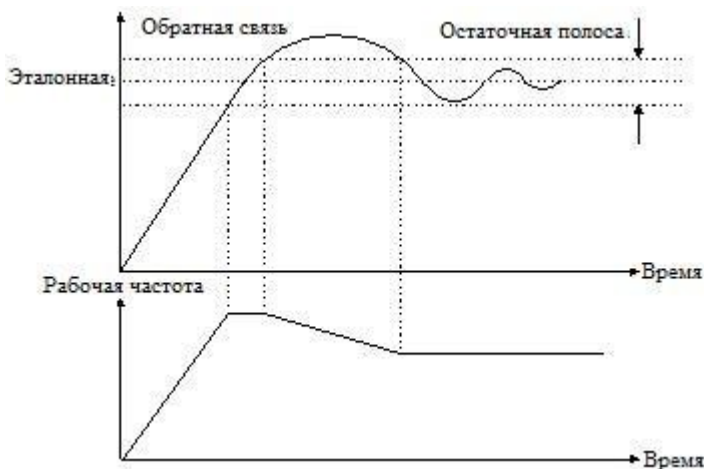

Рисунок 5.7.1 График остаточной полосы
- ◆ Если разница значений между подаваемой и обратной связью меньше, чем допустимая погрешность, регулирование ПИД прекращается и инвертор сохранит текущий выходной сигнал как показано на Рис. 5.7.1.
- ◆ В случае аналогового ПИД, погрешность устанавливает P7.22 как абсолютное значение физической величины, которое должно соответствовать диапазону. В случае ПИД скорости, погрешность устанавливает P7.22 в качестве скорости вращения (см. Рис. 5.7.1):